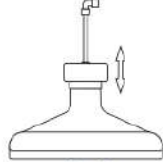

Рис. 3
3. Трубка из нержавеющей стали для подачи воды может регулироваться по высоте для установки в бутылки разного объема – 1,9 л, 1,2 л. (Рис. 3.)